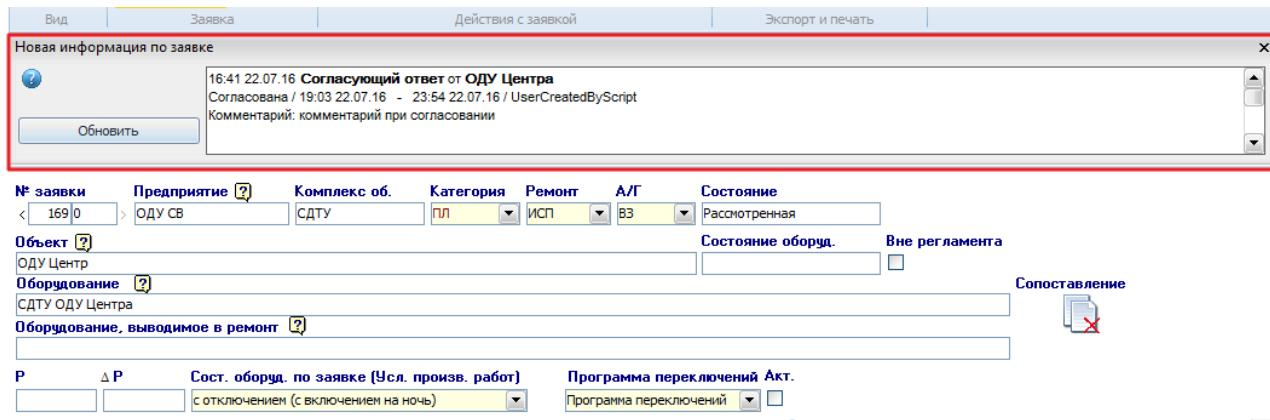

Рисунок 12.9 – Отсутствие изменений на ФОЗ
- «Обновить» - кнопка появляется в случае отсутствия изменений на ФОЗ, при этом в заявку заносится информация из сообщения (Рисунок 12.9).